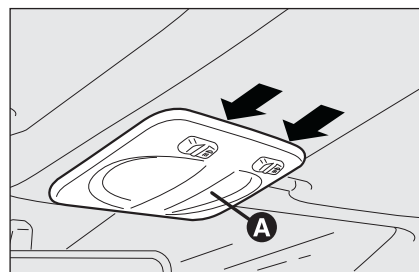

fig. 32
- ☐ intervenga en los puntos indicados por las flechas y quite la lámpara de techo **D-fig. 32**;